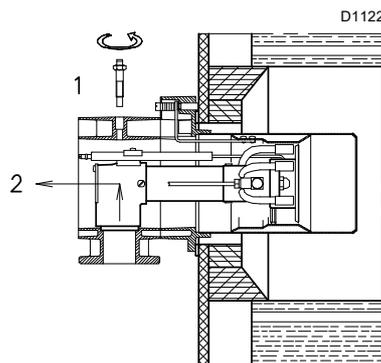

Abb. 15
- Entfernen Sie die Schraube 1) und ziehen Sie den Innenteil 2)(Abb. 15) heraus.